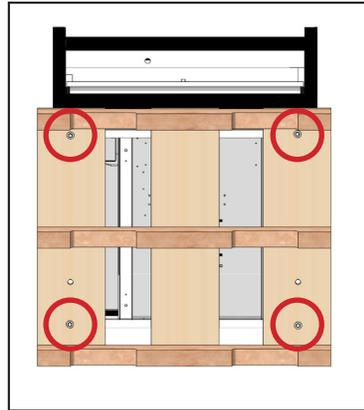

Fig. 2. Retire todos los pernos de envío.
2. Con una llave ajustable, retire todos los pernos de transporte que aseguran el patín de madera a la parte inferior del gabinete. Consulte la fig. 2